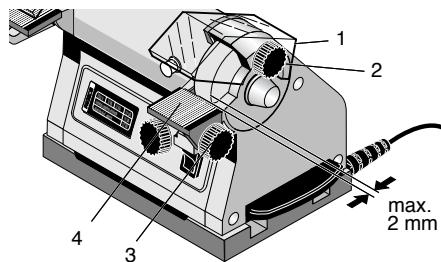

Fig. 3
1. Knebelschraube 3 (Fig. 3) der Werkzeugaflage (4) lösen und Schleiftwinkel wie gewünscht einstellen.
3. Knebelschraube 1 (Fig.3) der Schutzhülle (2) lösen und so einstellen, dass ein größtmöglicher Schutz besteht.